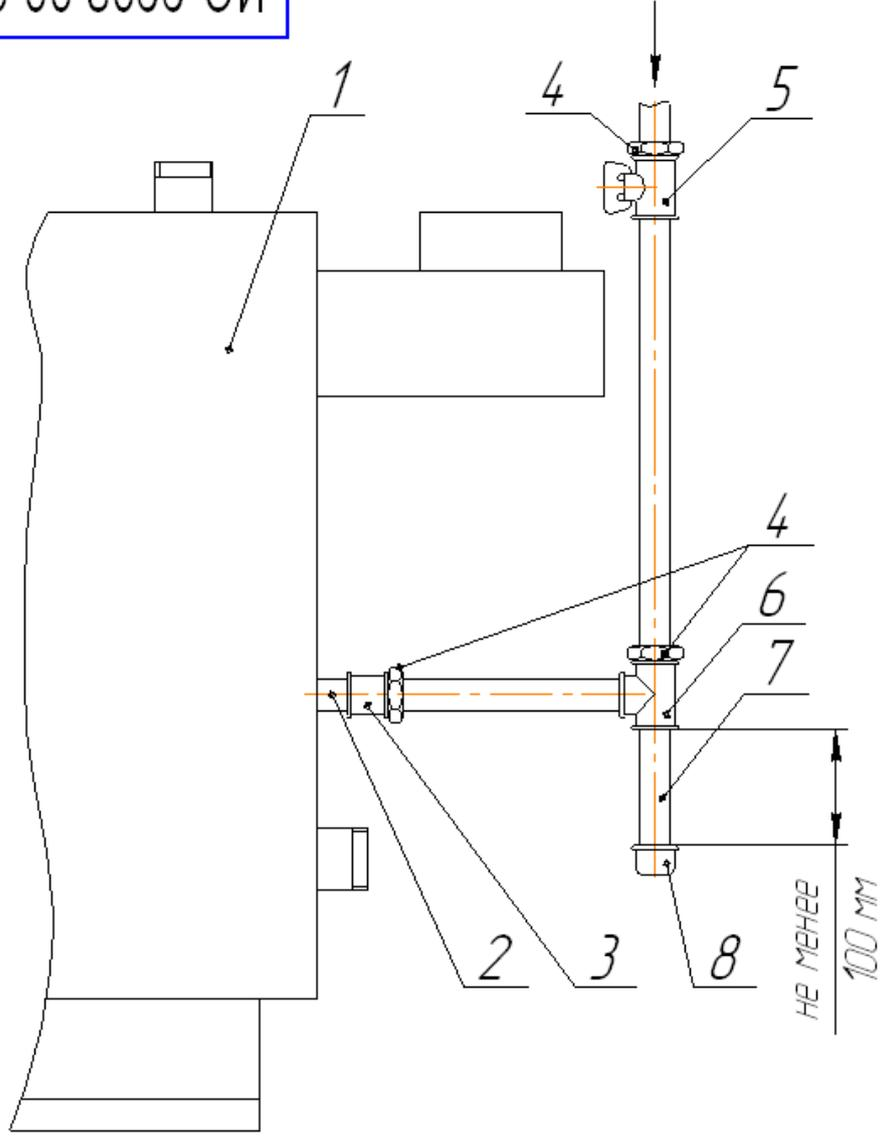

Рис. 8. Схема подсоединения котла к газопроводу.
5.8 На газоподводящей трубе перед котлом обязательно должен быть установлен газовый кран, перекрывающий доступ газа к котлу (см. рис. 8).
5.9 Рекомендуются на входе газопровода в котел устроить ловушку - отстойник (см. рис. 8).